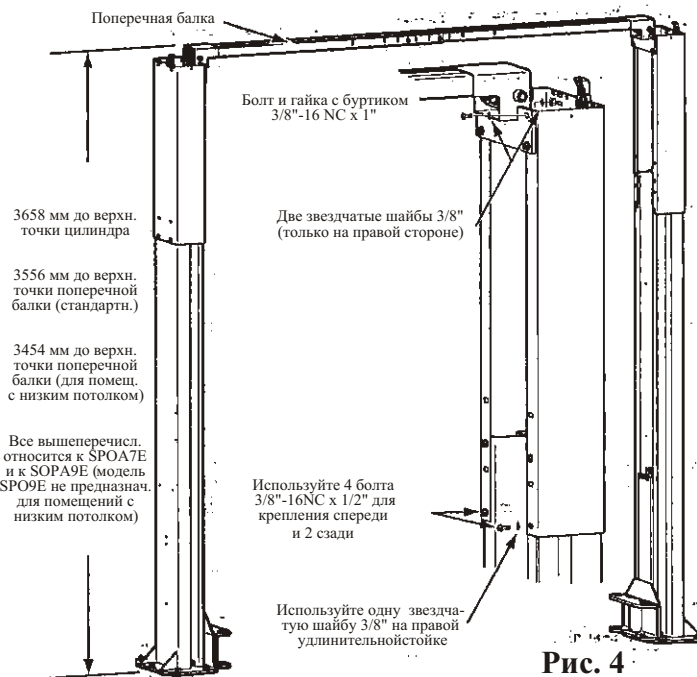

Рис. 4
2. **Высота подъемника:** На рис. 4 указаны величины габаритной высоты для каждой модели подъемника. Расстояние от верхней точки подъемника до самой низкой точки перекрытия помещения не должно быть менее 25 мм.
3. **Удлинительные стойки колонн подъемника:** перед установкой колонн подъемника в вертикальное положение, необходимо установить удлинительные стойки при помощи винтов (12) 3/8"-16NC x 1/2" (рис. 4).
**ЗАЕЧАНИЕ:** Все звездчатые шайбы предназначены для закрепления на правой колонне для того, чтобы обеспечить заземление концевого выключателя поперечной балки подъемника. При закреплении деталей на левой колонне подъемника применение звездчатых шайб не требуется. Обратите внимание на процедуру закрепления удлинительной стойки колонны (рис. 4), а также концевого выключателя поперечной балки (рис. 4 и 6).
**8. Установка поперечной балки на удлинительные стойки подъемника:** при помощи стремянок, приставленных к каждой из колонн, два человека устанавливают поперечную балку подъемника к удлинительным стойкам и закрепляют ее посредством двух звездчатых шайб, восьми болтов 3/8"-16NC x 1" (длина) и контргайки с буртиком 3/8"-16NC (рис. 4). Затем необходимо затянуть болты, расположенные в центре поперечной балки подъемника.